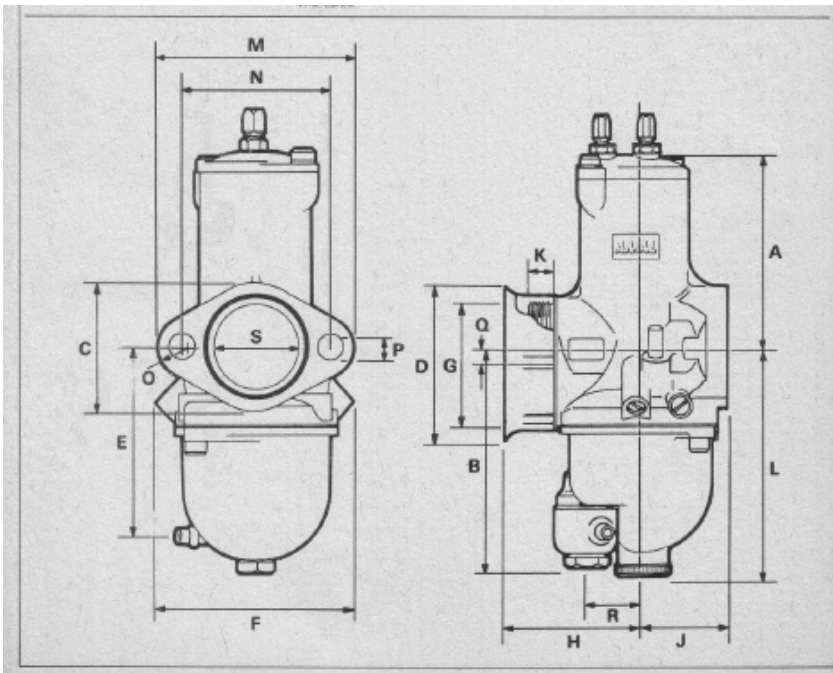
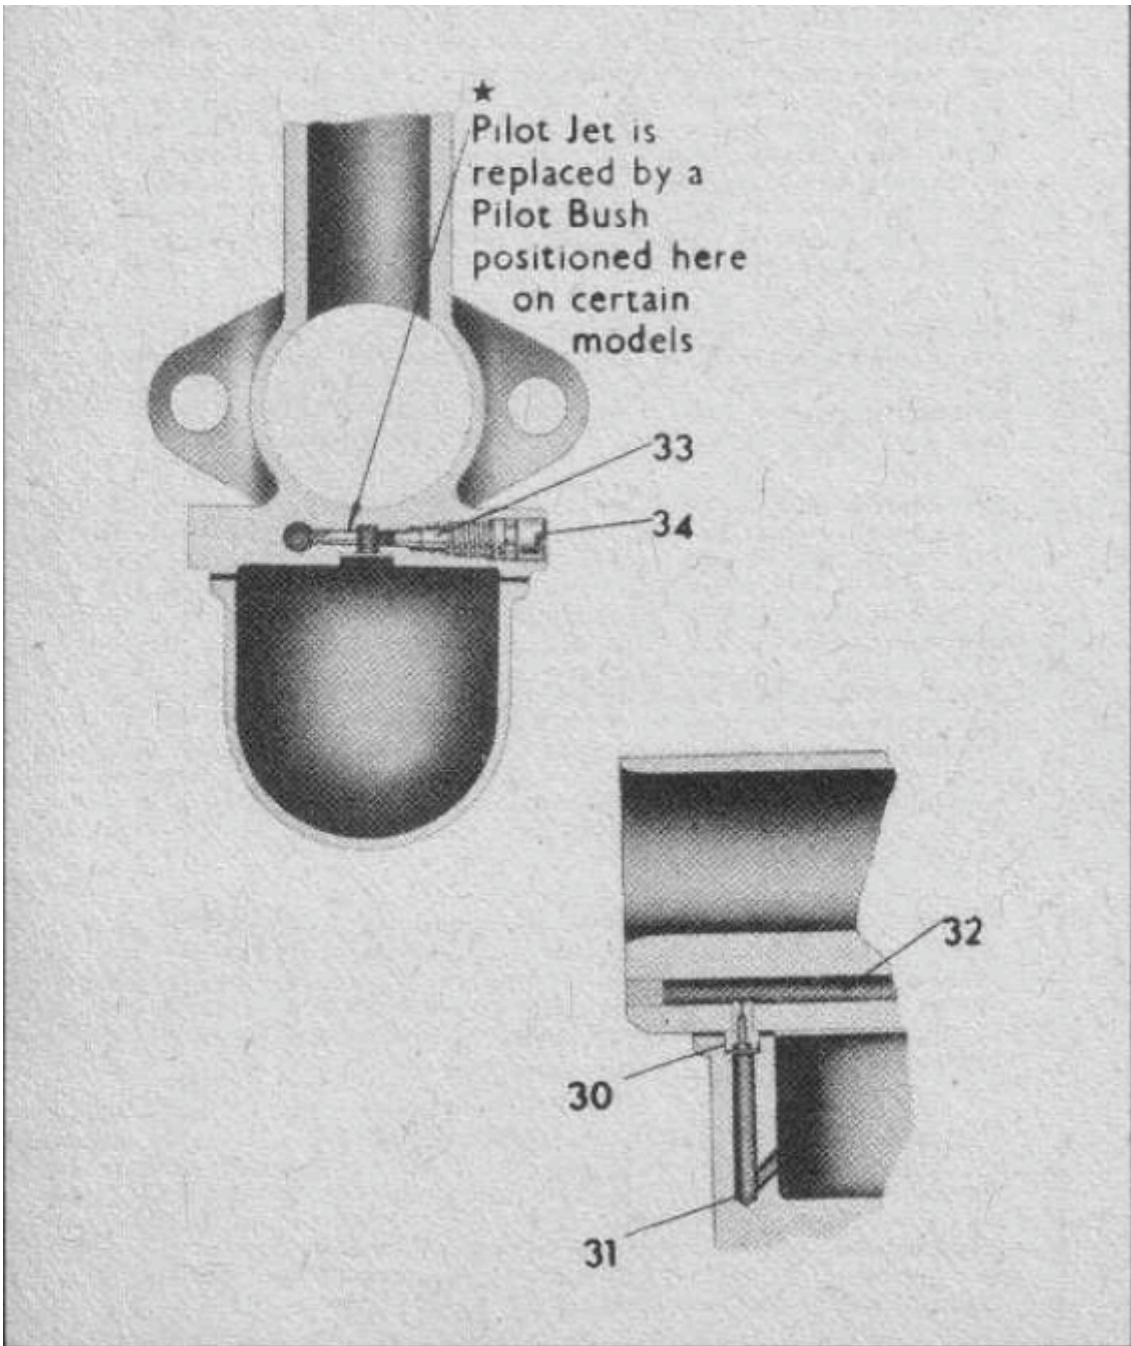

Imagen3
Imagen5
- i) válvula (si fuere el caso) de arranque en frío = 39 (Imagen 5), o = 3 (Imagen 3)
- l) tornillo de relentí (el que empuja la campana para subir el relentí) = 29, o = 26 (Imagen 3)